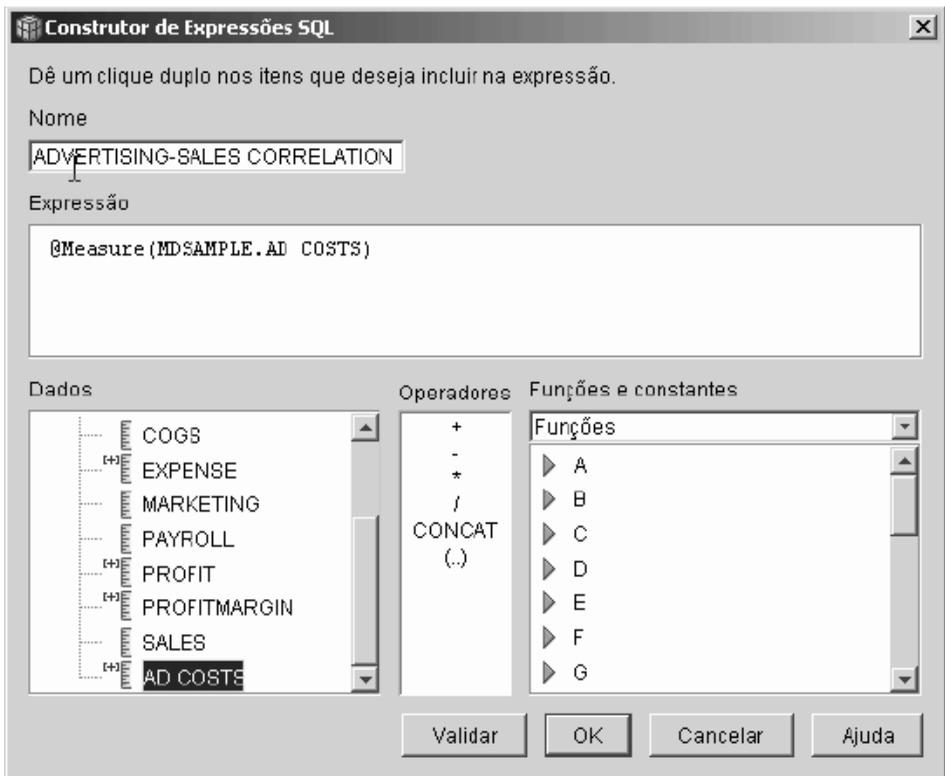

Figura 3. Expressão completa de correlação de propaganda-vendas na janela Construtor de Expressões SQL
4. Defina a expressão da medida que também será utilizada como o primeiro parâmetro da função CORRELATION de vários parâmetros no script de agregação. Para definir a expressão, expanda a pasta **Medidas** na lista **Dados** e dê um clique duplo na medida **AD COSTS** e adicione-a à lista **Expressão**. A Figura 3 mostra a expressão que pode ser criada na janela Construtor de Expressões SQL.